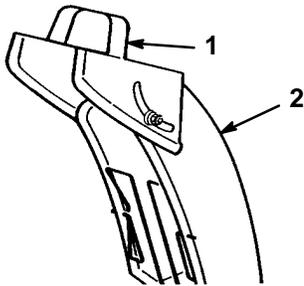

Abbildung 22
- **Griff für Auswurfkanalblech** (Abb. 22)—Der Griff oben am Auswurfkanalblech steuert die Höhe des Schneeauswurfs.